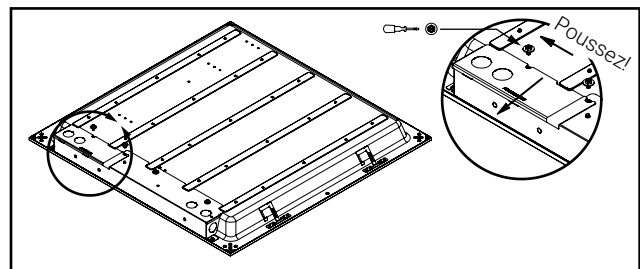

Figure 1.
1. Repérez le couvercle de la boîte de jonction du luminaire et glissez-le afin de le retirer (Fig. 1).